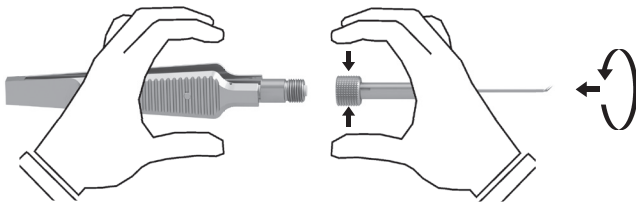

Abb. 2
- Fassen Sie das Scherenteil und das Griffteil gemäß Abbildung 2.
- Stecken Sie das Scherenteil auf das Griffteil und drehen Sie die Rändelschraube bis zum Anschlag (Abb. 2).
- Demontieren Sie das Scherenteil von dem Griffteil in umgekehrter Reihenfolge (Abb. 2).